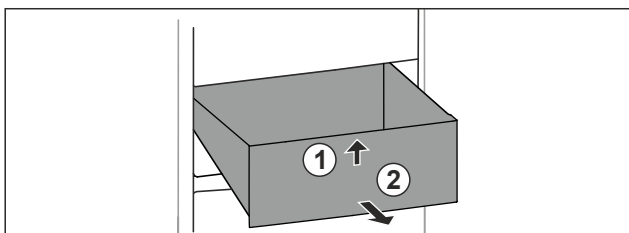

Fig. 92
- ▶ Schubfach vorne anheben. Fig. 92 (1)
- ▶ Schubfach nach vorne entnehmen. Fig. 92 (2)